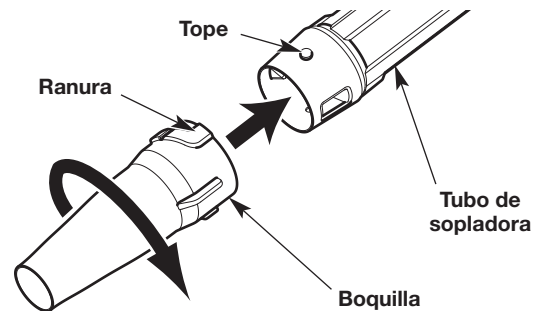
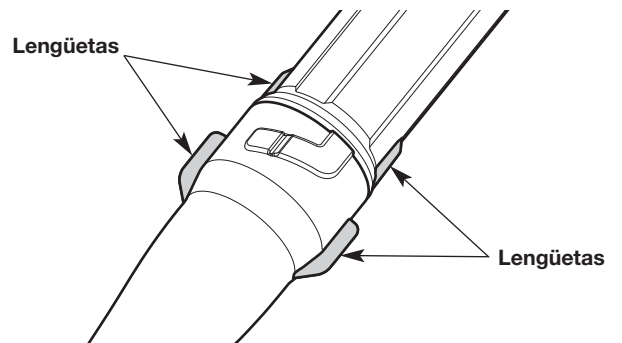

Fig. 2
Fig. 3
2. Alinee las ranuras de la boquilla con los topes del extremo inferior del tubo de la sopladora (Fig. 2).
3. Instale la boquilla en el tubo de la sopladora (Fig. 2).
4. Mientras sostiene el tubo de la sopladora, gire la boquilla hacia la derecha hasta que calce en su lugar (Fig. 2). Las lengüetas del tubo de la sopladora deben alinearse con las lengüetas de la boquilla (Fig. 3).